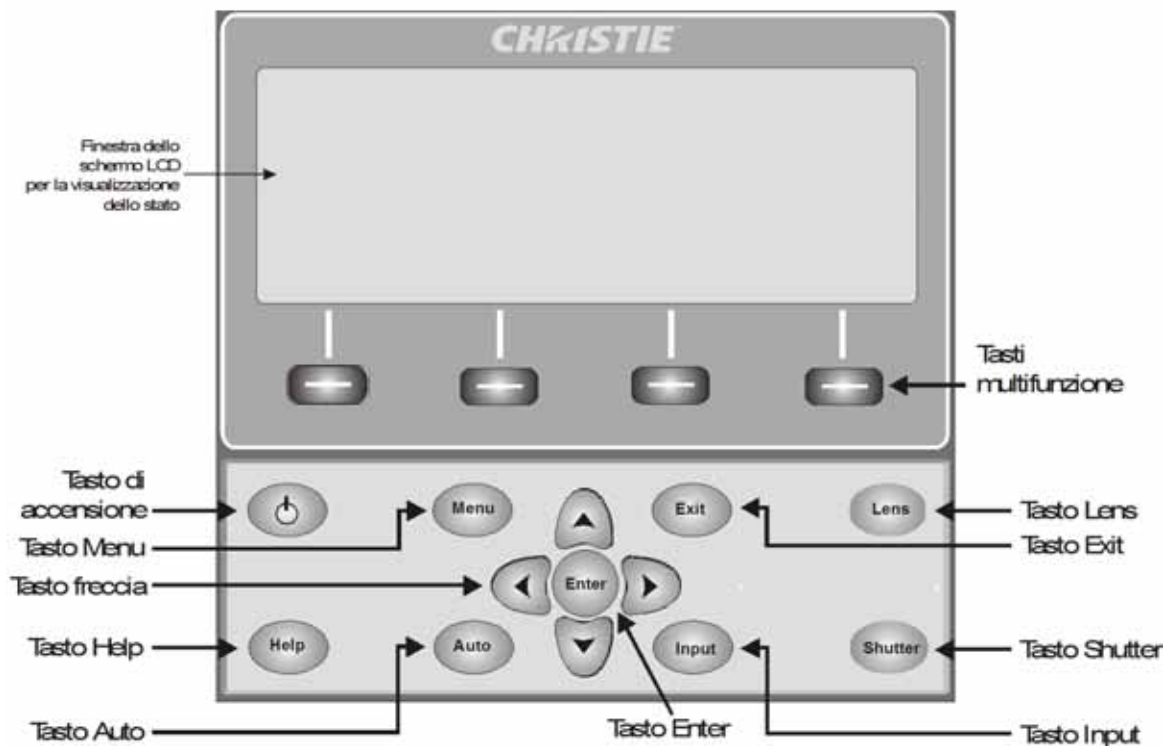

FIGURA 3-2 TASTIERINO INTEGRATO
- **Tastierino integrato:** è posizionato nella parte laterale del proiettore (vedere la *Figura 3-2 Tastierino integrato*).